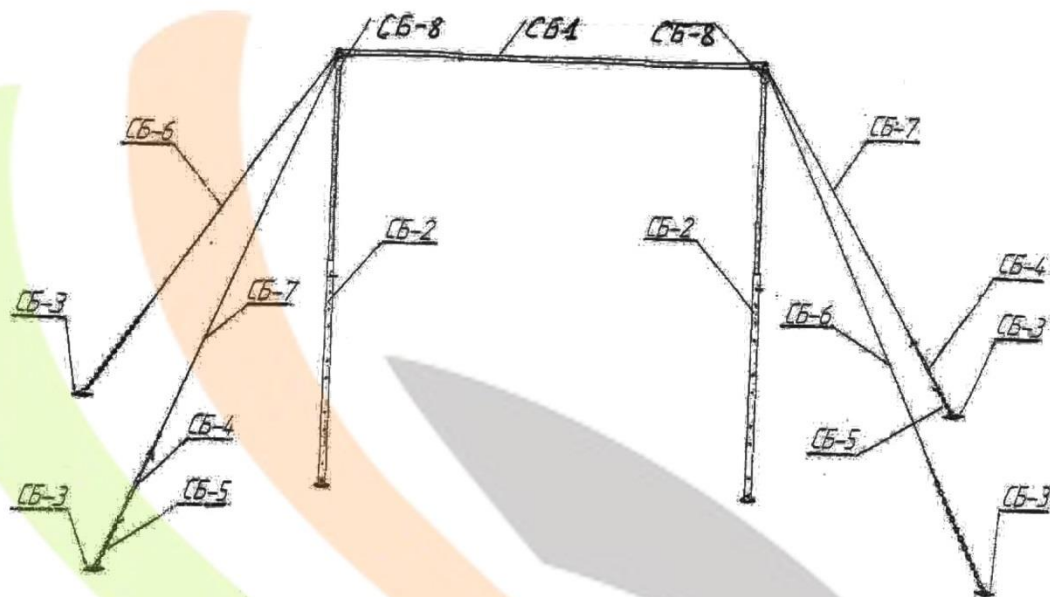

Рис. 1 Перекладина универсальная
1. Перекладина (см. рис. 1) представляет собой сборную конструкцию, состоящую из стержня СБ-1 с четырьмя растяжками - СБ-6, СБ-7 и двух вертикальных стоек телескопического соединения СБ-2.
6. Два длинных каната СБ-6 с цепями закрепите на планках крепления к полу СБ-3 (см. рис. 1). На два коротких каната без цепей наденьте талрепы СБ-4, а на крюки талрепов наденьте цепи и закрепите их на планках крепления к полу СБ-3